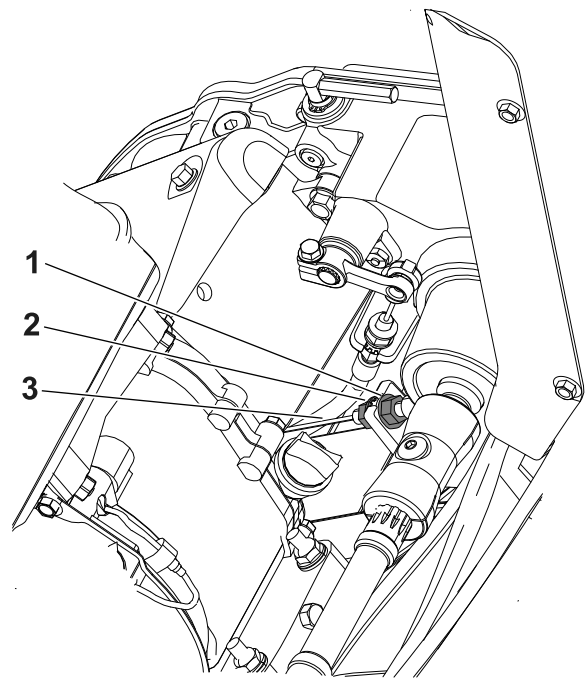

Bild 38
2. Lösen Sie die hintere Klemmutter und ziehen Sie die vordere Klemmutter an (Bild 38).